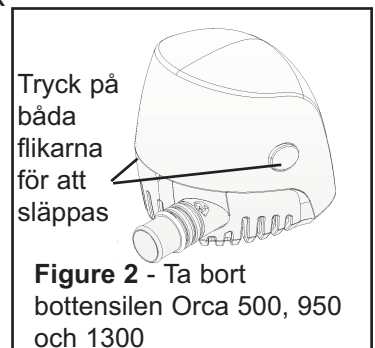

Figure 2 - Ta bort
För att ta bort pumpinneslutningen: sätt handen över inneslutningen, tryck in låsknapparna och dra upp inneslutningen från bottensilen. Observera: motorn följer med inneslutningen. (se fig 2 och 3).
- Sätt tillbaka pumpinneslutningen på bottensilen. Tryck ner inneslutningen på bottensilen tills låsknapparna snäpper i läge i hålen i inneslutningen (se fig 2 och 3).